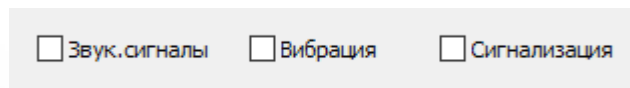

Рисунок 15 – Отключение сигнализаций прибора
- 2) убрать отметку напротив обозначения одной или сразу нескольких необходимых сигнализаций (рисунок 15).